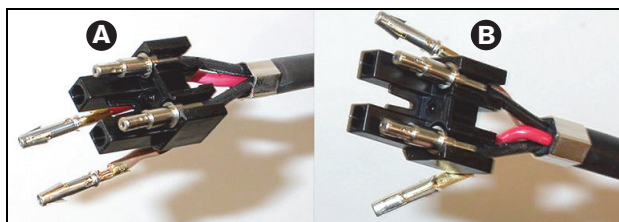

figure 30.32: Bloc de montage et gaine arrière
- 27 Placez les ferrules sur le bloc de montage (voir figure 30.32).